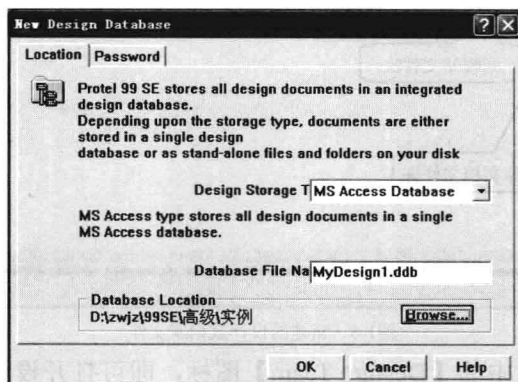

图1-6 新建一个设计数据库文件
1. 选取菜单命令【File】/【New】，打开【New Design Database】（新建一个设计数据库文件）对话框，如图 1-6 所示。在该对话框中用户可以设置数据库文件所要放置的目录和名字。